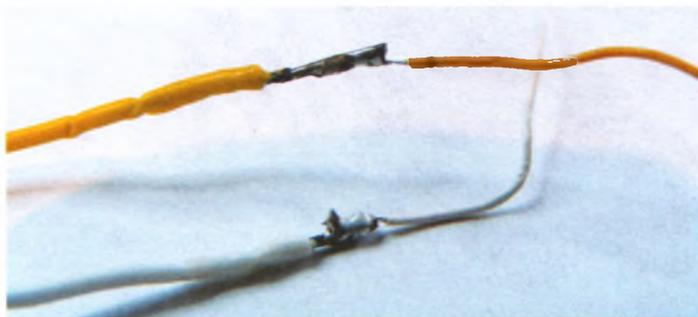

РИСУНОК 20.3
2. Провода установки тонкие и легко гнутся, поэтому зачистите концы желтого и белого проводов и припаяйте их к твердым сердечникам (или перемычкам), которые можно вставить в гнезда макетной платы и Arduino, как показано на рис. 20.3. Обрежьте черный и красный провода или закрепите их на корпусе.